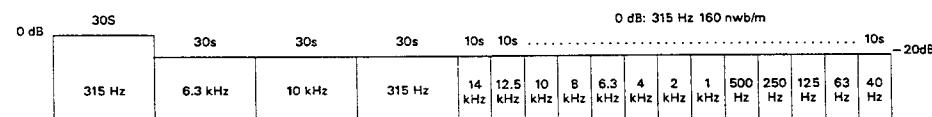

Figura 8-1 Constantes de la cinta de prueba STD-331B
- STD-331B : Ajustes de reproducción (Consulte la figura 8-1)